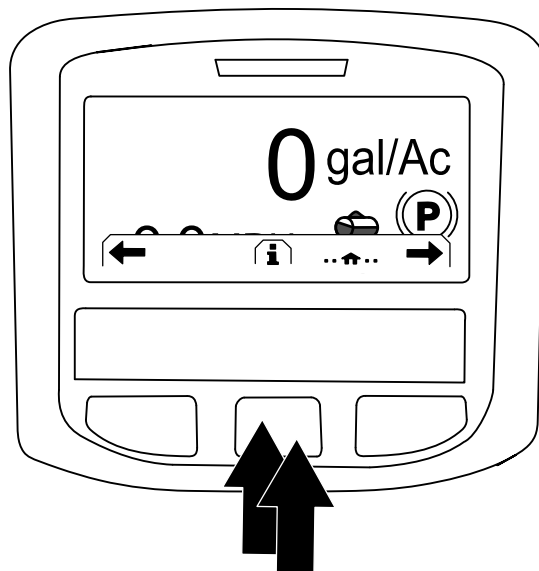

Figure 225
2. Sur l'écran d'accueil, appuyez sur le bouton central de l'InfoCenter pour ouvrir l'écran de navigation (Figure 225).
3. Appuyez sur le bouton central de l'InfoCenter pour accéder au menu principal (Figure 225).